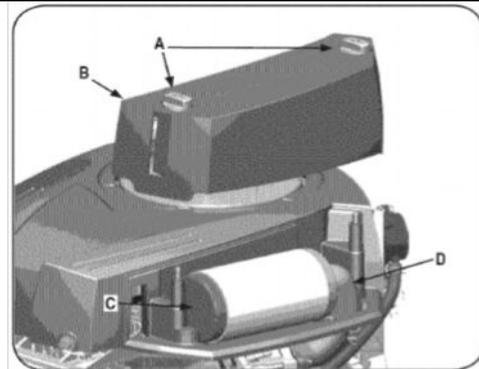

Рис. 14
1. Отсоедините быстро-съемные фиксаторы (A) и снимите крышку (B). См. Рис. 14.
2. Извлеките цилиндрический картридж (C), приподняв его за конец и потянув его от впускного отверстия (D).
4. Установите картридж на впускное отверстие (D). Опустите конец картриджа в основание корпуса, как показано. Убедитесь в том, что картридж правильно установлен в корпусе.